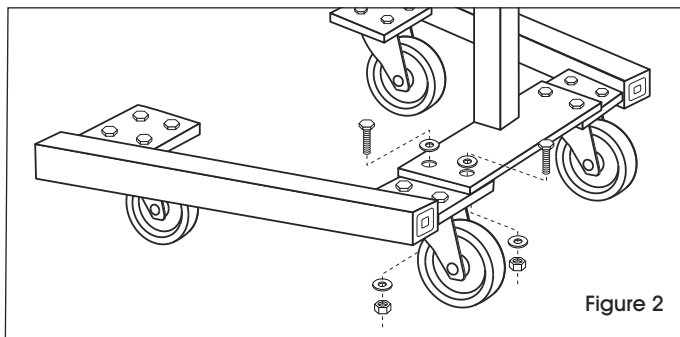

Figure 2
2. Utilisez deux boulons, quatre rondelles et deux écrous de chaque côté pour fixer le montant à la patte. (Voir Figure 2)